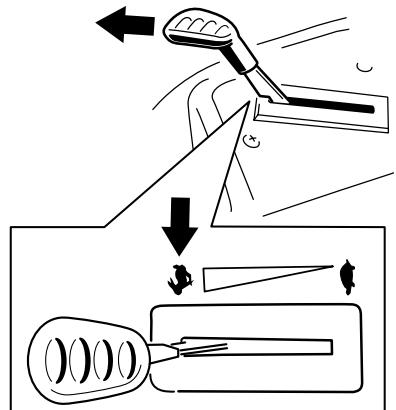

図 21
**注** ブレードを駆動する場合には、必ずスロットルを高速にセットしてください 図 21。